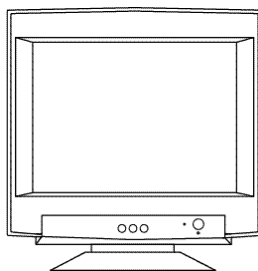

Figure D.1
- 5 Mettez le moniteur (Figure D.1) et votre ordinateur sous tension.